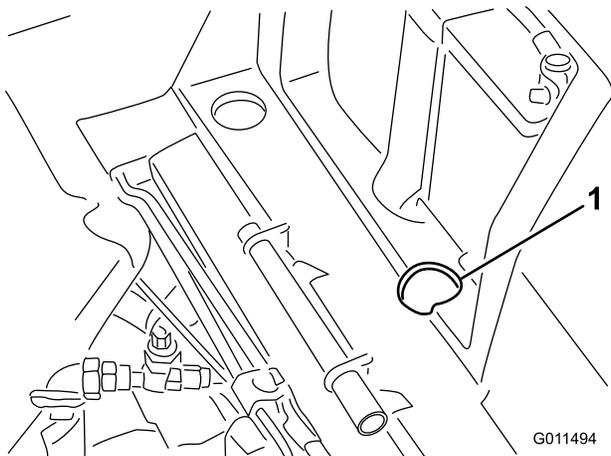

Bild 31
1. Heben Sie den Sitz an und entfernen die Batterieabdeckung. Das Sicherheitsventil befindet sich vor der Batterie (Bild 31).